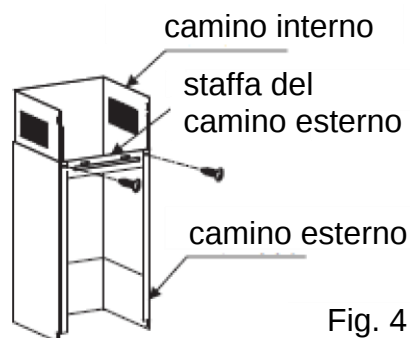

Fig. 4
6. Fissare la staffa del camino esterno al camino esterno e assicurarsi che il camino interno possa essere liberamente regolato in altezza al suo interno. Vedere Fig. 4